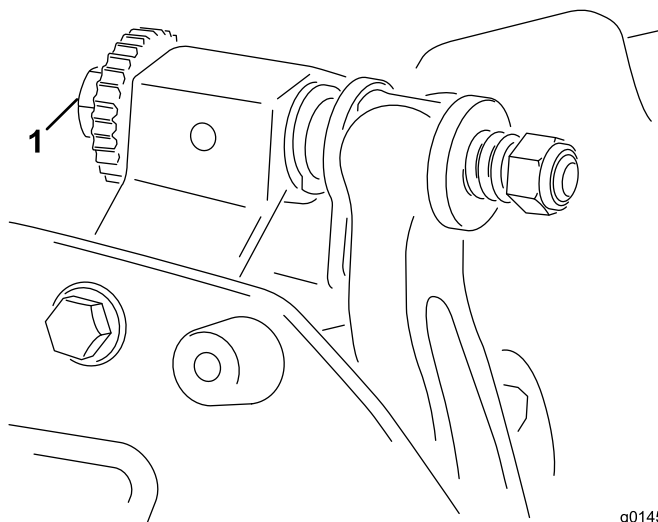

Figura 4
- Gire el tornillo de ajuste derecho de la barra de asiento (Figura 4) hasta que note una ligera presión en el suplemento al moverlo de un lado a otro. Retire el suplemento.